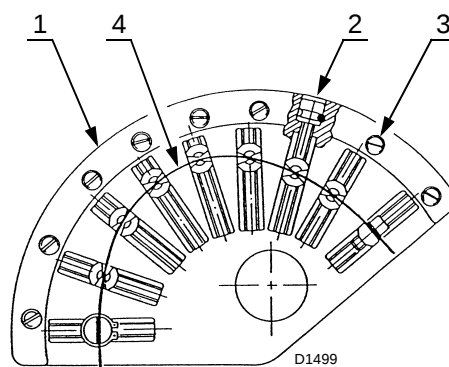

Fig. 35
Agire sui registri filettati 2)(Fig. 35) dopo aver allentato le viti 3).
Legenda (Fig. 35)
- 6 Procedere alla taratura della portata d'aria mediante la regolazione della camma a profilo variabile agendo sulle viti 2)(Fig. 35).
- 9 A regolazione ottimale raggiunta, ricordarsi di bloccare le viti di regolazione dei profili delle camme per mezzo delle viti 3)(Fig. 35).
Variare in progressione il profilo iniziale della camma 1)(Fig. 35) agendo sulle viti 2)(Fig. 35).